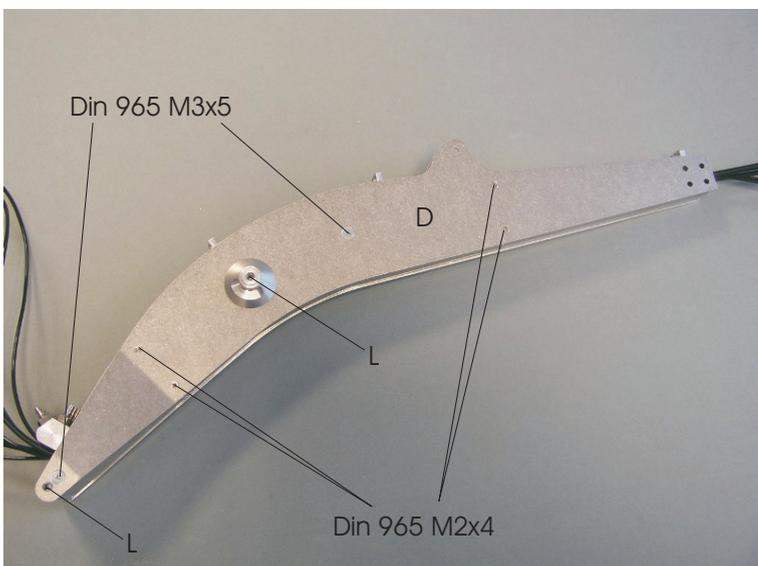

Bild 21
Nun legen Sie das Seitenblech rechts (D) auf und lassen die Deckbleche und das Füllblech in die entsprechenden Nuten einrasten. Dieser Bauschritt ist etwas fummelig. Durch einstecken der Bolzen (L) erleichtert sich das finden der richtigen Position. Setzen Sie die Schrauben, wie in Bild 21 ersichtlich, an. Danach ziehen Sie in kleinen Schritten alle Senkschrauben am Ausleger fest. Achten Sie dabei auf den korrekten Sitz der Teile in den Nuten.